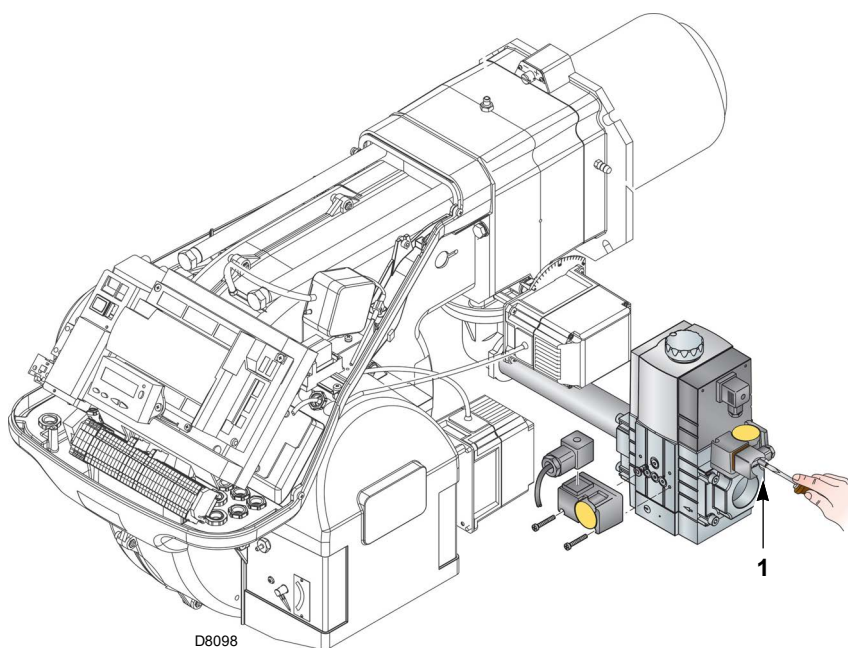

Fig. 26
- Contrôler la pression d'alimentation du gaz en raccordant un manomètre sur la prise de pression 1)(Fig. 26) du pressostat gaz minimum: elle doit être inférieure à la pression maximale admise pour la rampe gaz qui est indiquée sur la plaque des caractéristiques.
- Raccorder des tubes de la rampe gaz de l'air, en raccordant un tube en plastique sur la prise de pression 1)(Fig. 26) du pressostat gaz minimum. Porter le tube de purge à l'extérieur de l'édifice jusqu'à sentir l'odeur du gaz.